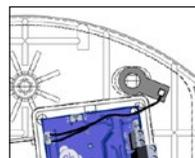

Fig. 2
Si consiglia di collegare l'antistrappo tramite la vite di fissaggio allo stop come mostrato in Fig. 2
- 2) Collegare l'antistrappo come da Fig. 2 a pag. 1.
Il dispositivo antistrappo è formato da un conduttore (vedi Fig.2 pag. 1) inserito nella plastica preformata per il distacco in caso di manomissione o rimozione (strappo) dalla sede di installazione.